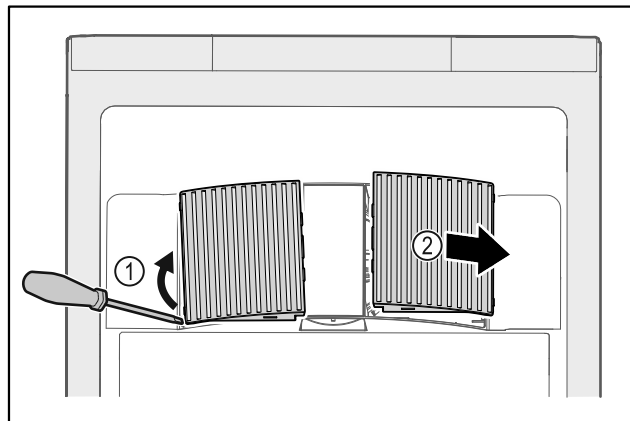

Fig. 176
- ▶ Ventilatoriaus uždangalus atsargiai nukelkite iš šono Fig. 176 (1) ir nuimkite į priekį Fig. 176 (2).